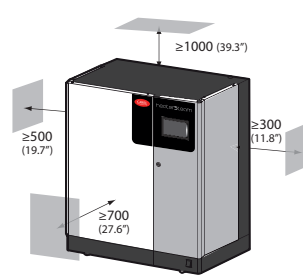

Fig. 1.b
- Placera befuktaren upprätt. Använd ett vattenpass för att säkerställa att den är vinkelrät med basen. Observera min. utrymmena (fig. 1.b) för att kunna utföra nödvändiga underhållsrepp.